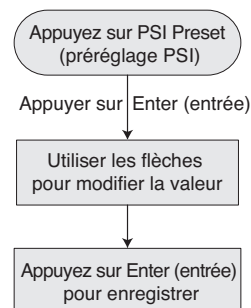

Figure 14 – Pré-réglage PSI : modifier le point de réglage PSI
- ◆ Par le biais du pré-réglage du PSI (voir Figure 14).